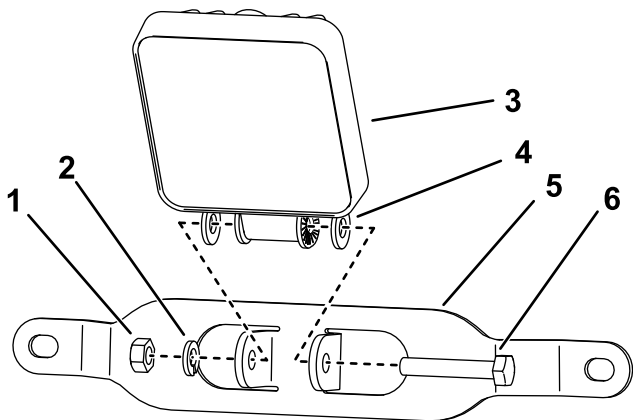

Figure 3
5. Montez les projecteurs de travail comme montré à la Figure 3.